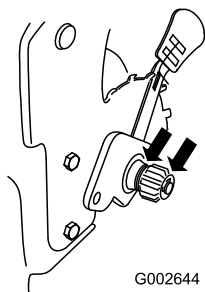

Figura 42
2. Aplique aceite lubricante al interior y al exterior de los engranajes, según lo indicado en Figura 42.